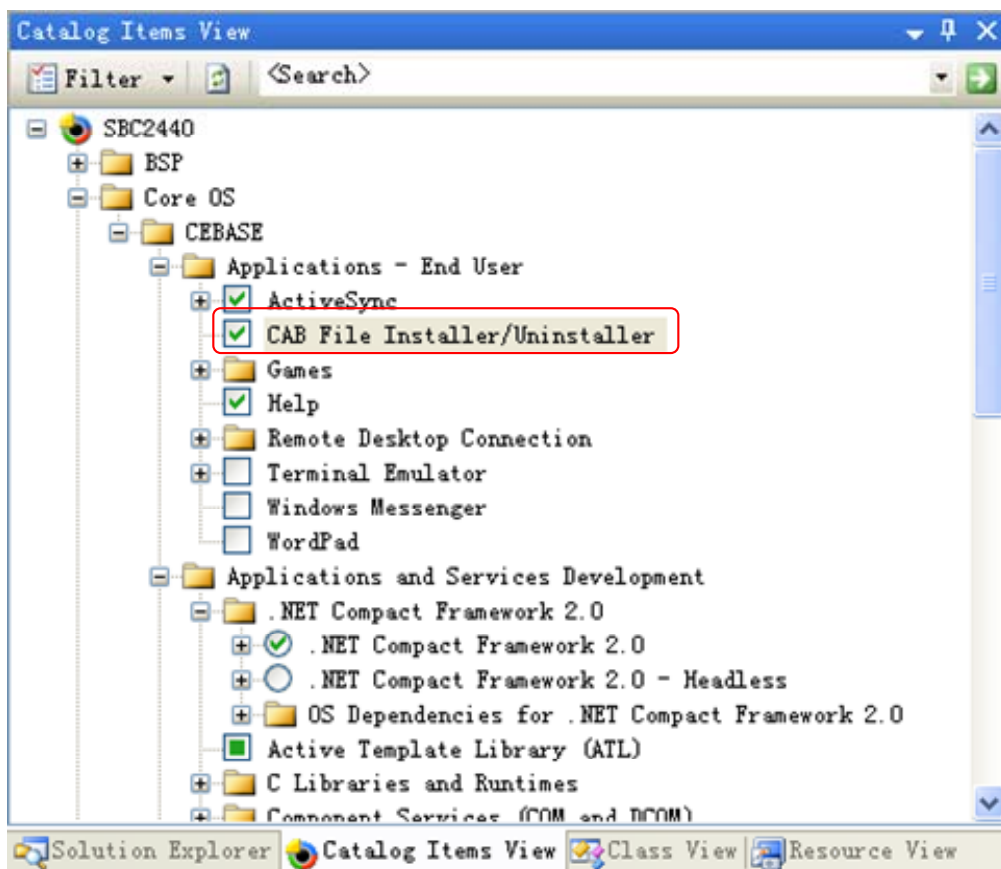

图 3.2 定制组件
2) 打开树形目录 Catalog->Core OS->Application-End User 添加 CAB File Installer/Uninstaller 组件，如图 3.2 所示。